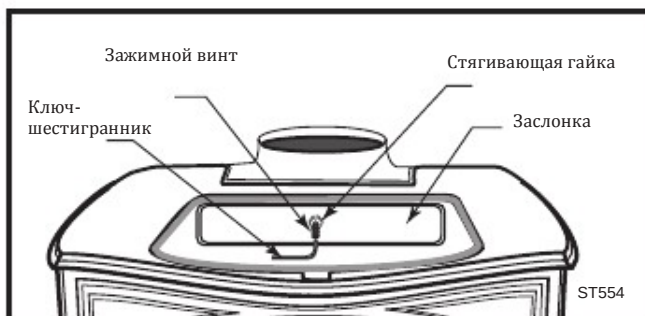

Рис. 43 Отрегулируйте заслонку при помощи ключа-шестигранника
1. Снимите решетку. Освободите стягивающую гайку в центре заслонки. (Рис. 43)